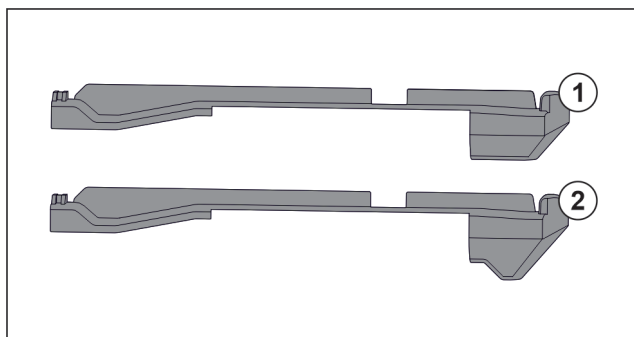

Fig. 18 Сравнение вставных частей
В устройстве находятся две разные вставные части. Вставная часть над самым нижним выдвигным ящиком Fig. 18 (2) имеет треугольную кромку. Все прочие вставные части Fig. 18 (1) имеют прямую кромку.
- ▶ Установите вставную часть Fig. 18 (2) с треугольной кромкой над самым нижним выдвигным ящиком.
- ▶ Установите вставную часть Fig. 18 (1) с прямой кромкой на все прочие места.